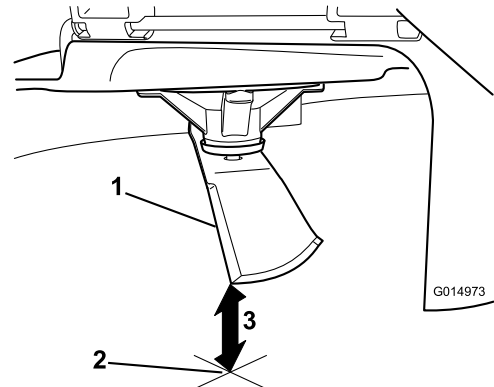

Figure 78
5. Mesurez la distance entre la pointe de la lame et la surface plane (Figure 78).